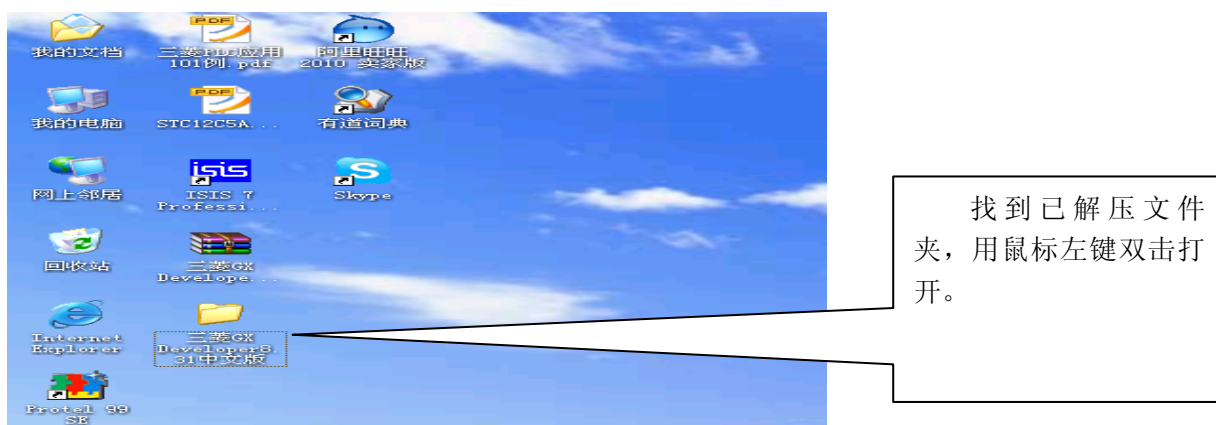

图 3-8 软件安装
*找到三菱 GXDevelo... 压缩文件包，解压缩后 如下图 3-8 所示；
安装步骤到图3-8时最好把其它应用程序关掉：包括杀毒软件、防火墙、IE、办公软件。因为这些软件可能会调用系统的其他文件，影响安装的正常进行。